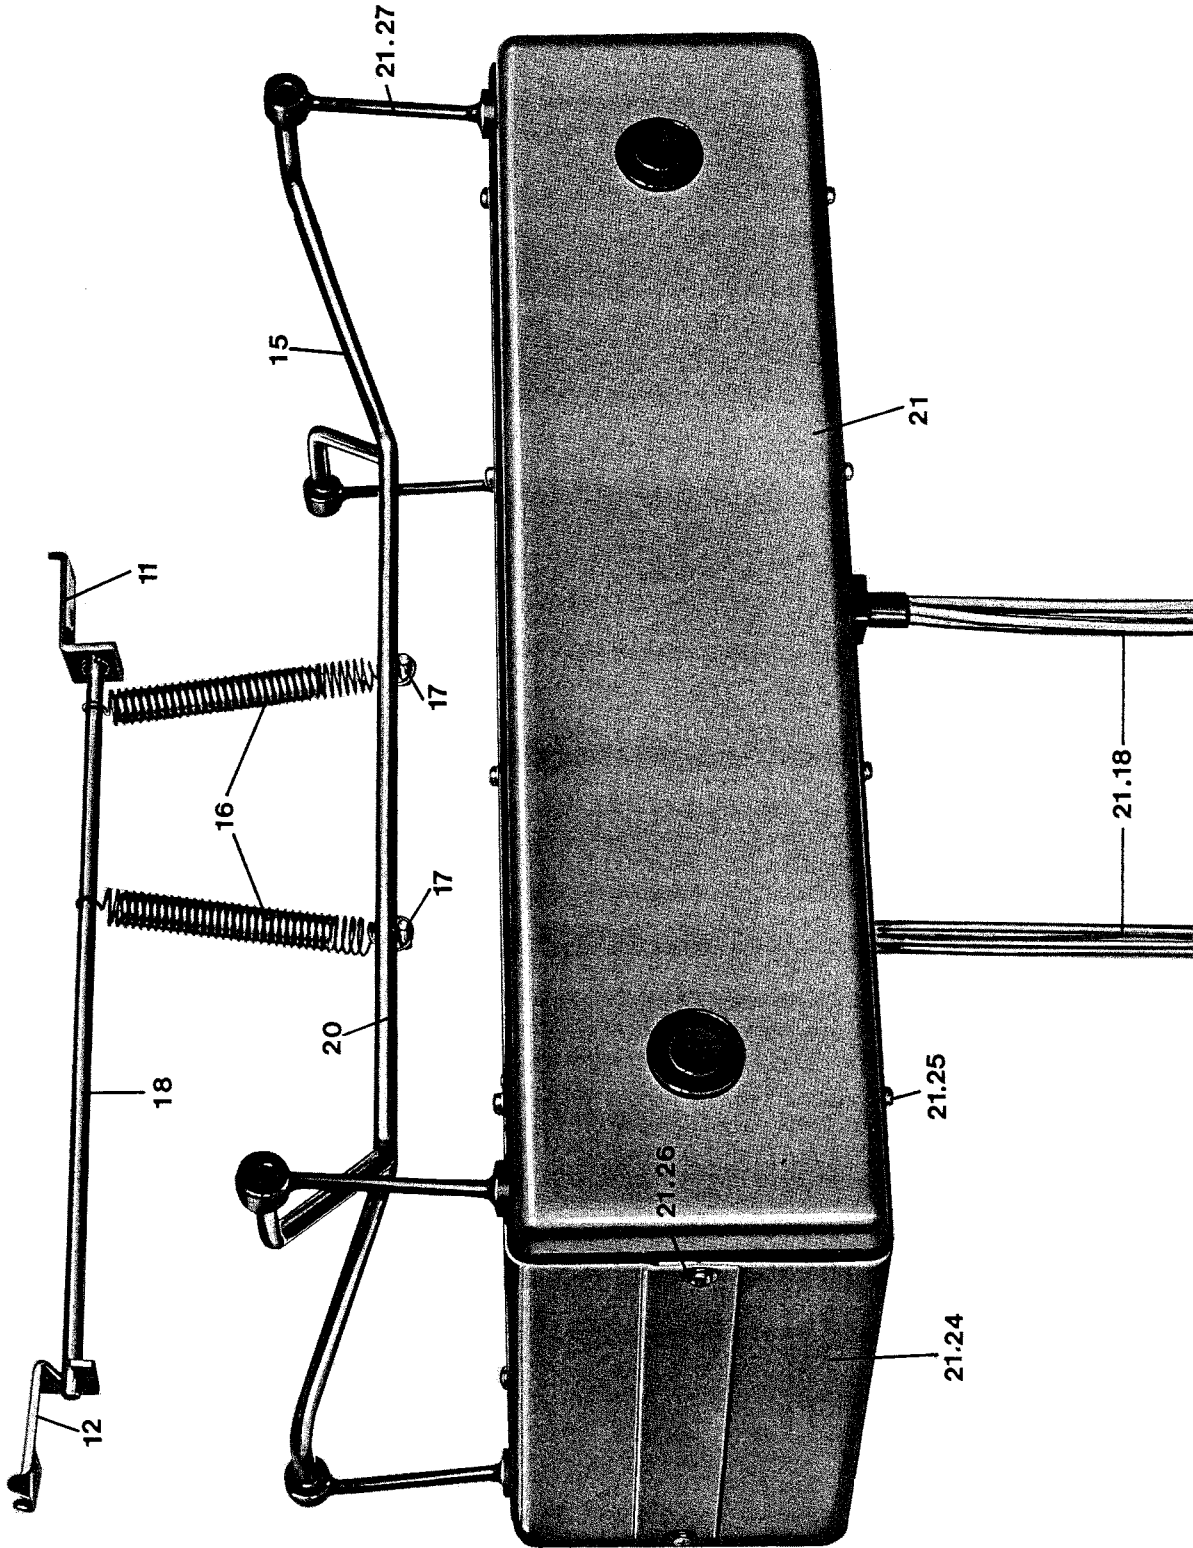

Abb. 5
Der Elektronik - Einschub ist soweit wie möglich herauszuziehen und die Stecker der Halleinheit vom Verstärkerprint abzuziehen. Die zwei Innensechskantschrauben an der linken Seite des Gerätes sowie die zwei Innensechskantschrauben an der Trennwand zur Halleinheit (siehe Abb. 2) lösen und die Frontplatte des BX 10 abnehmen. Jetzt kann man die Stange (18) nach rechts aus der vorderen Halterung schieben. Aus der hinteren Klammer entfernt man die Stange durch Zug nach vorne (siehe Abb. 5). Durch Lösen der Kreuzschlitzschrauben lassen sich die beiden Gehäusehälften (21.22) abnehmen und man kann die Hallfedern auf folgende Fehlermöglichkeiten absuchen:
The electronic module is to be removed as far as possible out of the housing and the connectors from the reverberation unit should be unplugged. Remove the two screws at the left side of the unit also the two screws at the board in the middle and pull out the front board of the BX 10. Press the bar (18) to the right side and remove it from the suspension. From the rear suspension remove the bar by pulling it to the front (see fig. 5). Remove the small screws and both parts of the housing (21.22) and check the reverb springs for the following possible faults: